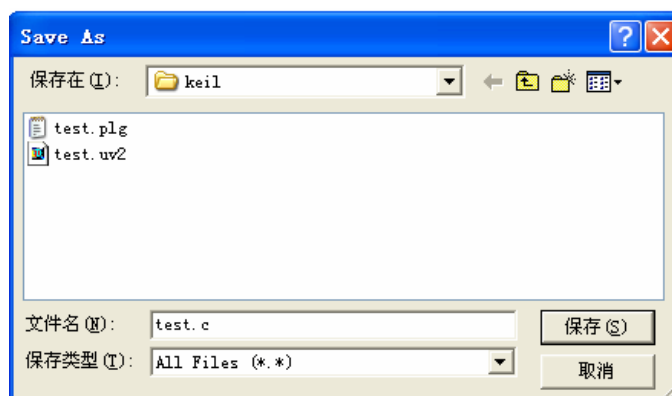
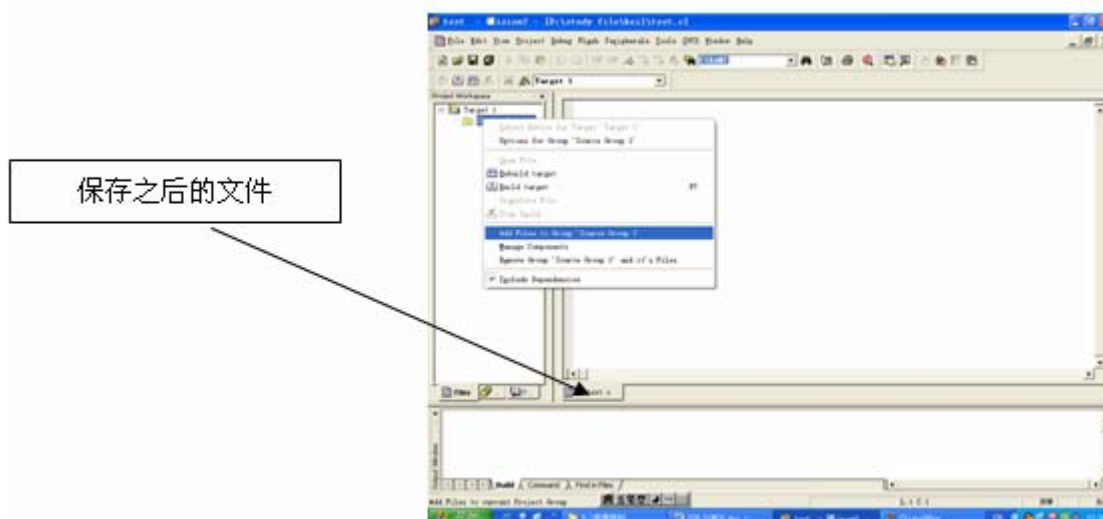
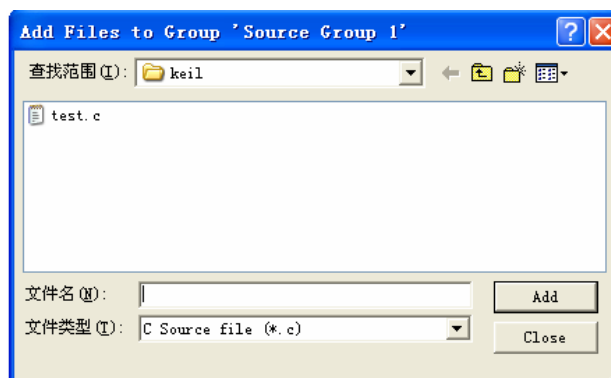
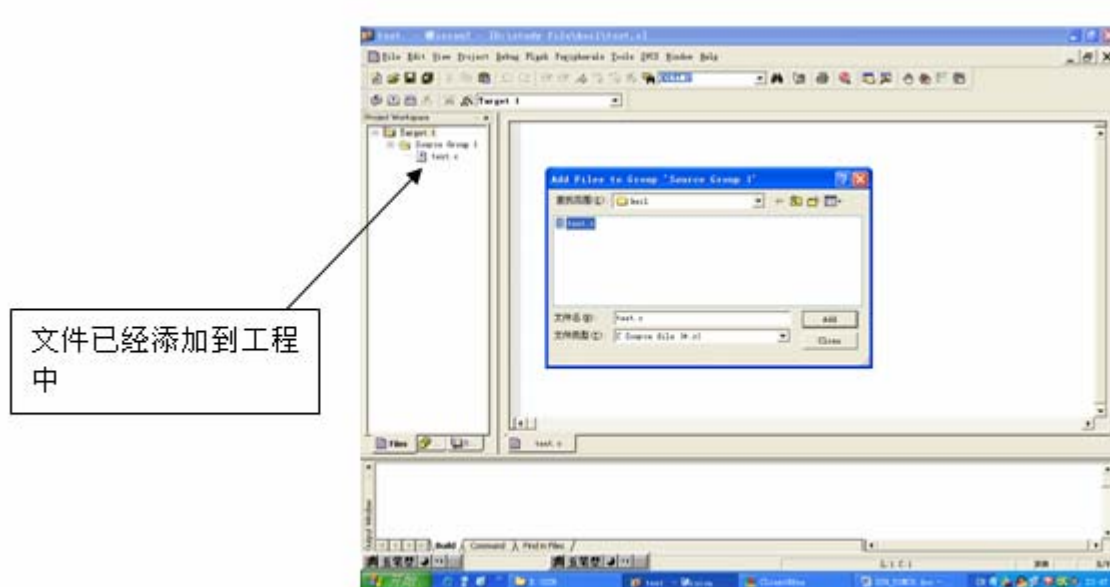

图 2-9
图 2-10
图 2-11
图 2-12
(6) 这时光标会在新建的“Text1”这个文本框中闪烁。其实现在已经可以编写程序了，但是笔者建议大家还是先将这个空白文件保存好之后再编写。点击“File”的下拉菜单中的“Save As”此时会弹出图 2-9 的对话框。在文件名中填入你想要的文件名，但是文件名最好是具有一定的代表意义，这样比较容易管理和理解。这里特别要注意的就是，如果我们用 C 语言来写程序的话，那么文件的扩展名一定要为 .c，但是如果我们用的是汇编语言来写程序，那么文件的扩展名一定要为 .asm，由于我们现在用 C 语言来编写程序，所以这里就取“test.c”，单击“保存”。原来的那个“Text1”的文件已经变成了我们刚才的那个“test.c”文件。见图 2-10 黑色箭头所指。
(7) 完成上一步之后，回到了图 2-10 的编辑界面，单击“Target”前面的“+”号，然后在“Source Group 1”上右击一下，选中“Add Files to Group ,Source Group 1”就会弹出图 2-11 的对话框，选择我们刚才建立的那个“test.c”的文件。
(8) 选择完之后，我们已经发现那刚才在图 2-10 右边的“Source Group 1”下面多了一个“test.c”，如图 2-12 所示。